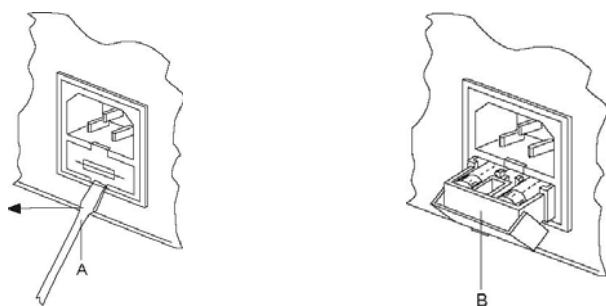

Fig. 11
- 1) Steek de platte punt van een schroevendraaier in de uitsparing in de zekeringendoos onder contactdoos en gebruik hem als een hefboom (Fig. 11 – A).
- 2) Trek de zekeringendoos naar buiten (Fig. 11 – B).
- 4) Schuif de doos weer op z'n plek (Fig. 11 – B).